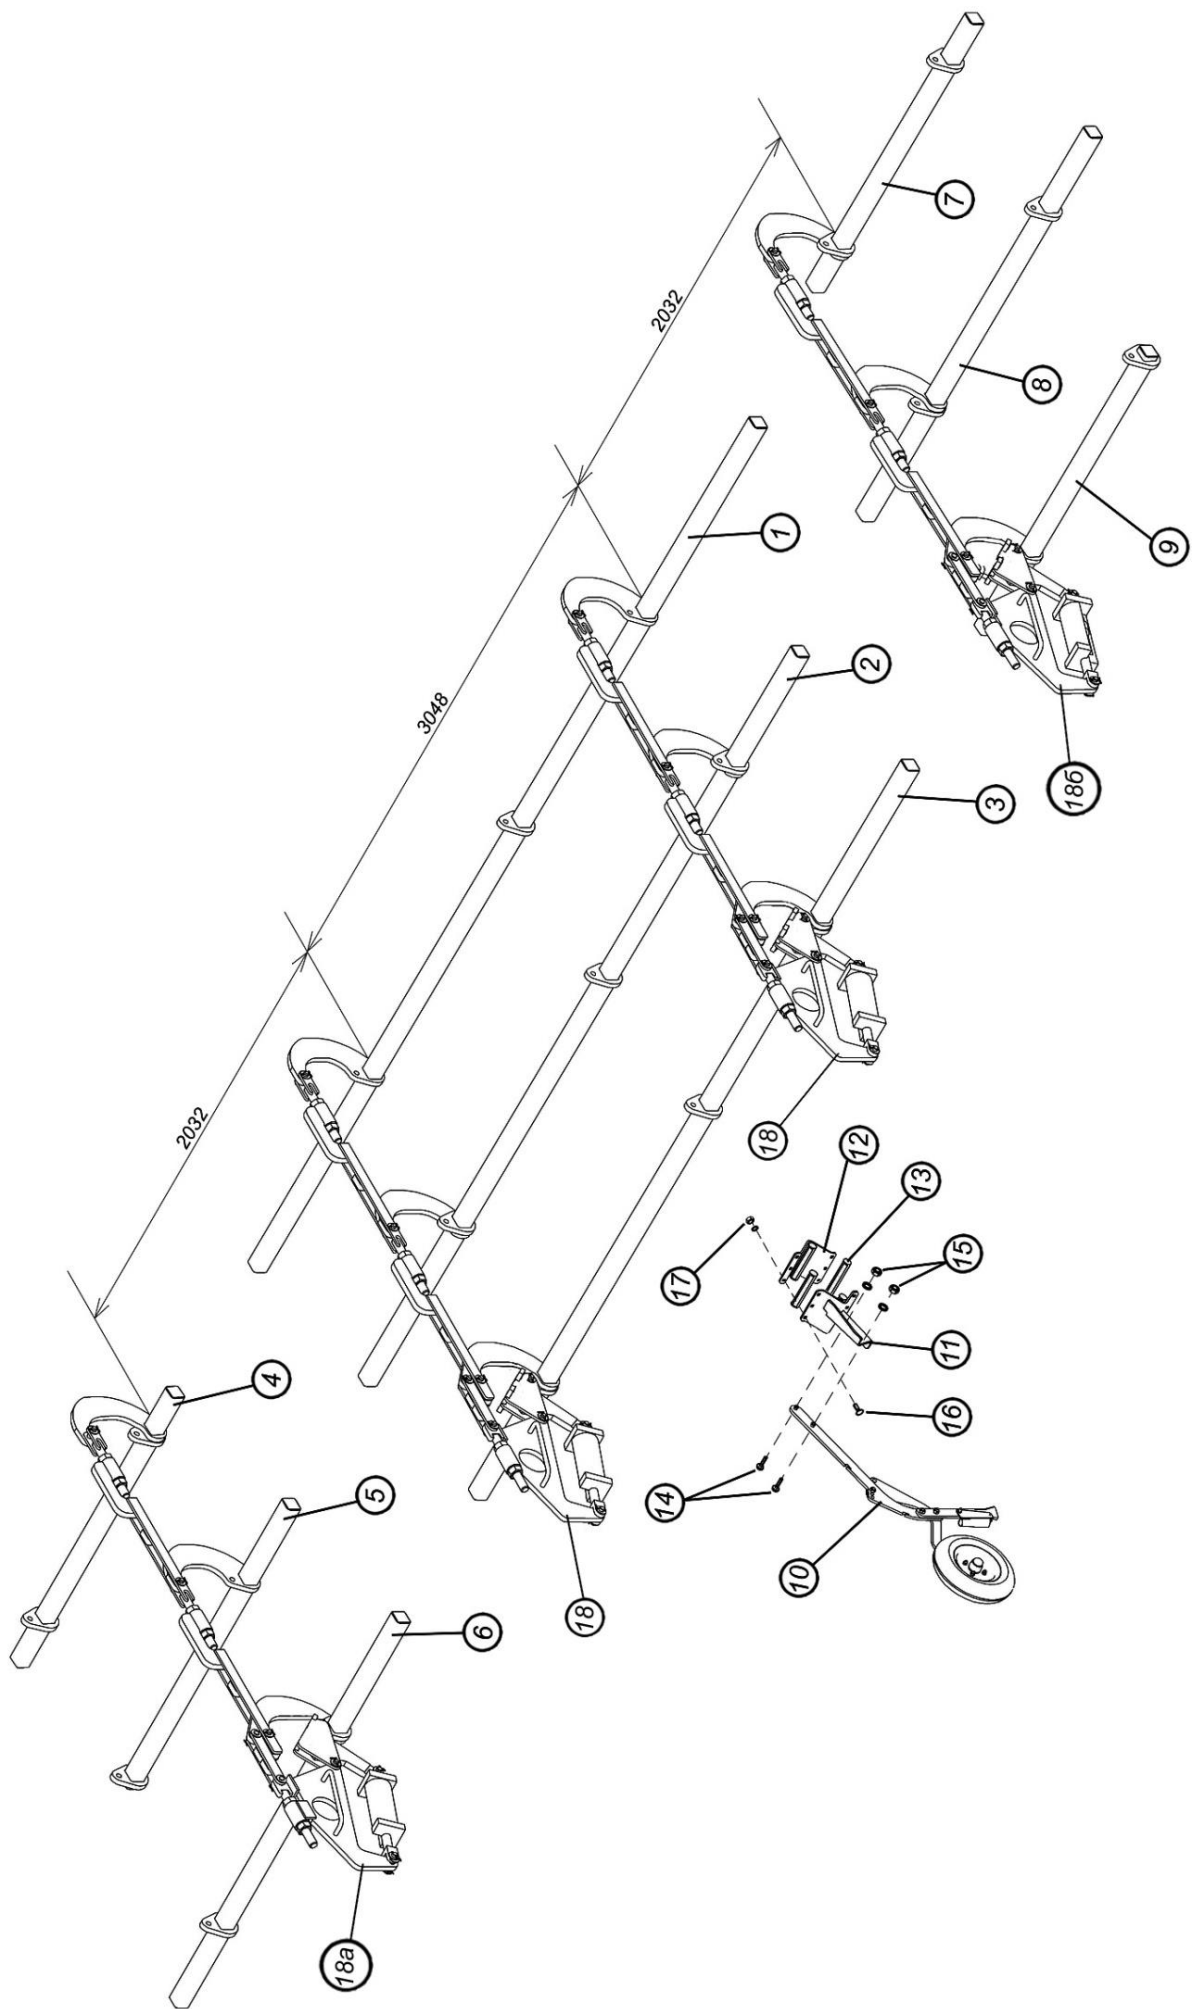

Рис.7.1.5. Балки сошников
7.1.5. Балки сошников (рис.7.1.5)